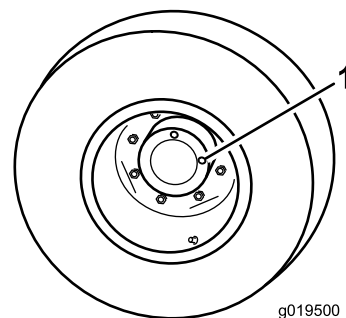

Figura 38
un tappo di controllo (Figura 38) si trovi a ore 12 e l'altro a ore 3.
1. Tappo di controllo/spurgo (2)
2. Rimuovete il tappo a ore 3 (Figura 38). L'olio deve essere in fondo al foro del tappo di controllo.